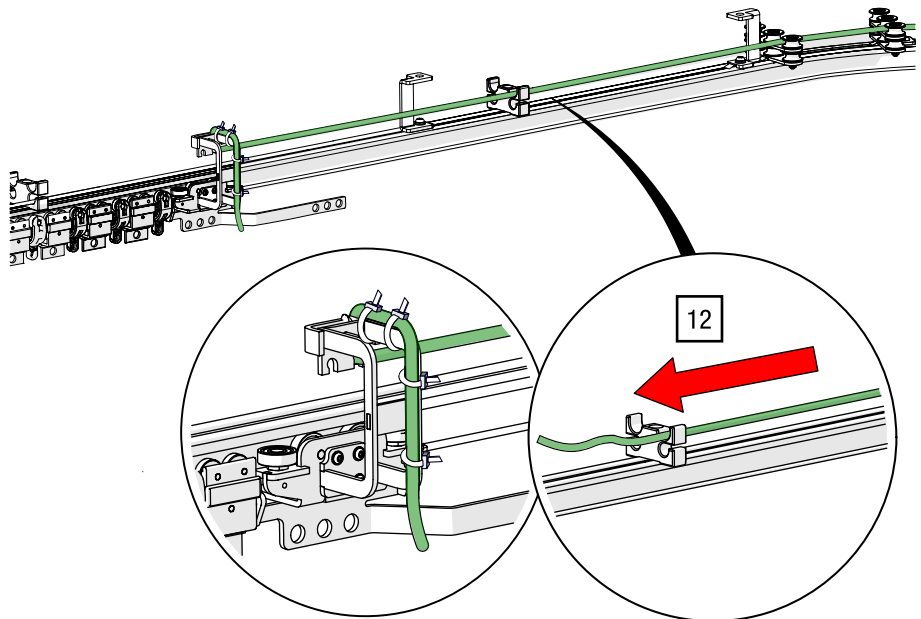

Abb. 111: Doppelt oben liegende Seilführung – Seil durch Seilführung einseitig in Zugwagen führen
12. Führen Sie das Seilende durch die folgenden Seilführungen und einseitig in die Klemmvorrichtung am Zugwagen und fixieren Sie es mit vier Kabelbindern (siehe Abb. 111).